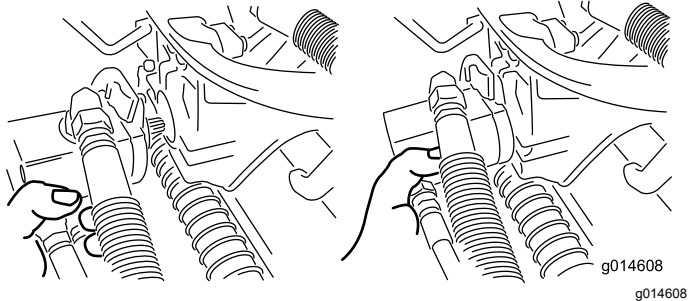

Figura 58
3. Amplasai motorul în locul de depozitare din partea din față a braului de suspensie (Figura 58).